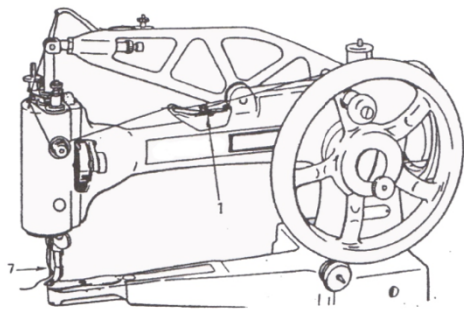

Fig. 20
2. Levante a guia de fio no copo de óleo na parte superior do braço e passe a linha sob a guia 1 e pressione a guia de volta na posição. Veja a Fig.20.